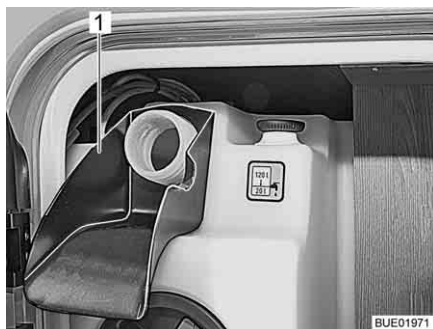

Bild 245 Påfyllningshjälp
- Stick in påfyllningshjälpen (Bild 245,1) i påfyllningsöppningarna för dricksvatten.